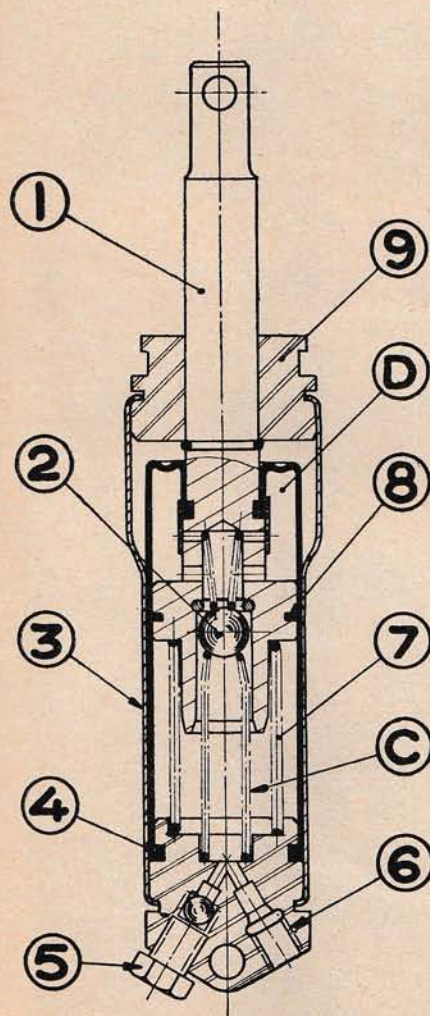

fig 4
Le maître cylindre (fig. 4) est constitué par une membrane souple (4) contenue dans un carter rigide (3) fermé à une extrémité par un bouchon (6) portant une vis de purge (5) ; dans ce bouchon est foré un ajutage recevant la tuyauterie. Sur l'autre extrémité du carter est serti un palier (9). La partie repliée de la membrane est fixée sur un poussoir (1) portant un siège de clapet torique et un joint d'étanchéité (8). Une bille 2 d'obturation est maintenue entre deux ressorts. Le ressort 7 assure le rappel de l'ensemble.